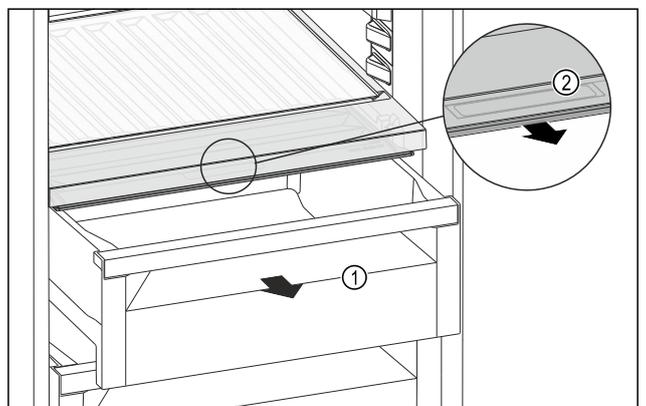

Fig. 156
- ▶ Retirer le tiroir Fig. 156 (1).
- ▶ Saisir la poignée encastree Fig. 156 (2) du couvercle du compartiment et tirer le couvercle du compartiment par l'avant.